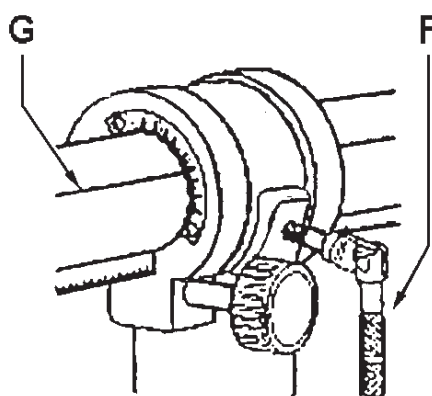

Рис. 4
- Ослабьте рукоятку зажима (F, Рис. 4) и поверните в соответствии со шкалой и базовой линией (G).